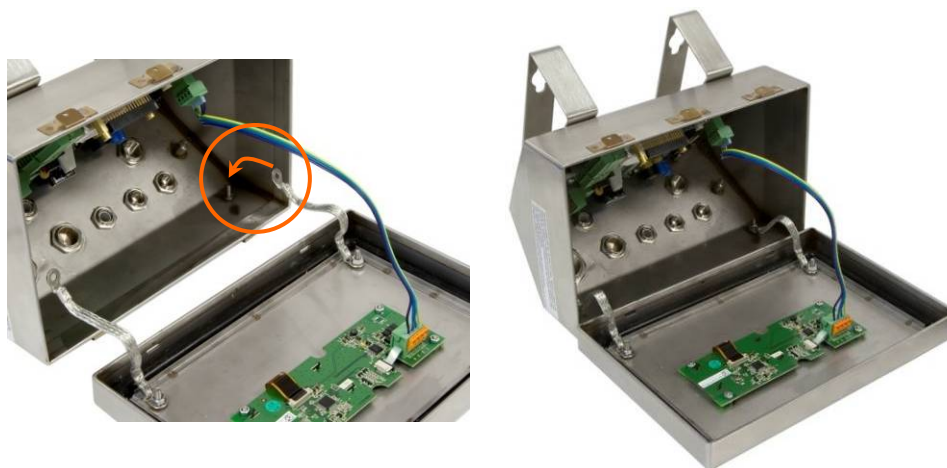

Figura 2-22: Inversão da tampa
- c. Gire com cuidado a tampa dianteira em 180 graus e fixe novamente as fitas de aterramento aos dois prisioneiros próximos das buchas de agarre que foram removidas na etapa anterior, como mostrado na Figura 2-22. Aperte as duas porcas.